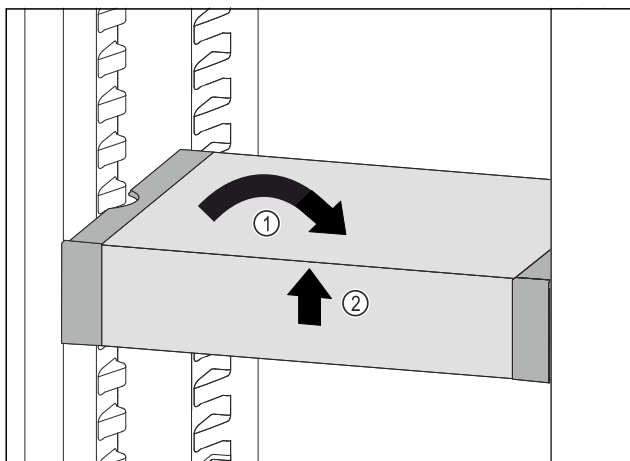

Fig. 130
- ▶ VarioSafe postavte rovně. Fig. 130 (1)
- ▶ VarioSafe vpředu zvedněte. Fig. 130 (2)